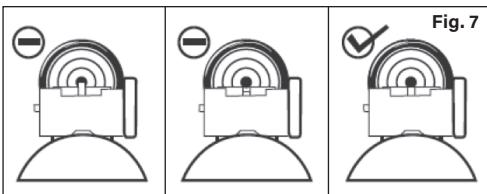

Fig. 7
3. La alineación adecuada de la mira es importante cuando se trata de precisión. La alineación adecuada de la mira se logra cuando el tirador alinea el poste de la mira delantera dentro de la abertura de la mira trasera, teniendo el mismo espacio (o luz) a cada lado del poste, y la parte superior del poste de la mira delantera al ras con los "hombros" de la apertura trasera (Fig. 7).